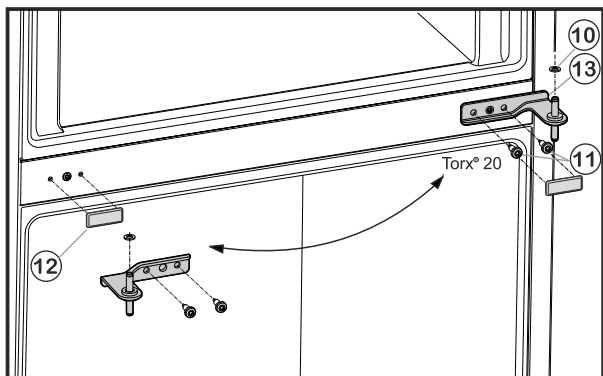

Fig. 6
- ▶ Keerake kinnituskruvid *Fig. 6 (11)* välja (2 tk Torx® 20) ja tõmmake keskmine laagritugi alumisest uksest välja.
- ▶ Võtke plastmass-seib *Fig. 6 (10)* maha.
- ▶ Tõmmake kate *Fig. 6 (12)* ettevaatlikult maha.
- ▶ Pange kate *Fig. 6 (12)* vastasküljel peale tagasi.
- ▶ Pange keskmine laagritugi *Fig. 6 (13)* 180° võrra pööratult alumise ukse sisse ja keerake kinnituskruvidega *Fig. 6 (11)* (2 tk Torx® 20) uuel šarniiriküljel **tugevasti (4 Nm)** külge.
- ▶ Pange plastmass-seib *Fig. 6 (10)* peale tagasi.
- ▶ Asetage ülemine uks keskmisele laagritoole *Fig. 6 (13)*.